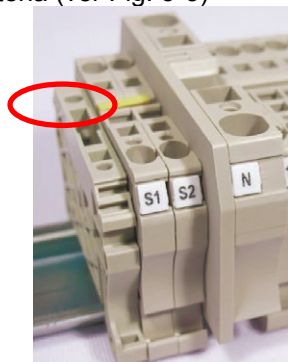

Fig. 5-5 .- Ponte para realizar o curto-circuito do transformador de corrente (TC)
- Terminada a instalação dos cabos, desligar a ponte que une os bornes S1 e S2 ou a ponte amarela, segundo o dispositivo de bornes da bateria (ver Fig. 5-5)